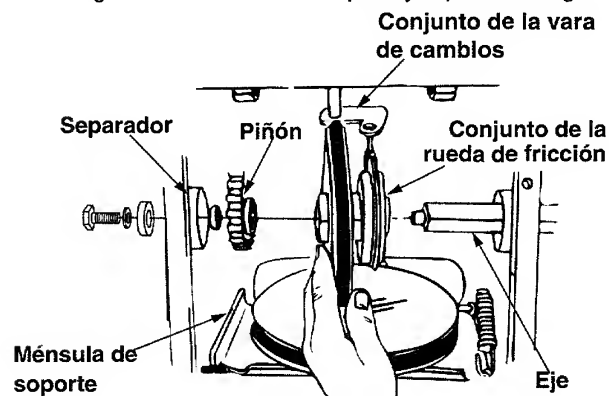

Figura 28
- Deslizando el eje hacia la derecha, extraiga el separador, piñón y el conjunto de la rueda de fricción del eje. Vea la figura 28.
- Coloque en posición el conjunto de la rueda de fricción sobre la clavija del conjunto de la vara de cambios y deslice el eje a través de la rueda de fricción. Vea la figura 28.